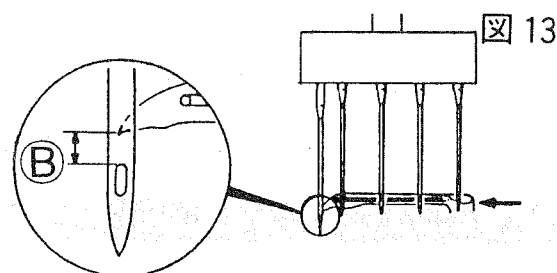

図 13
- (2) ルーパーと偏平縫い左針の位置関係の確認 (図 13)